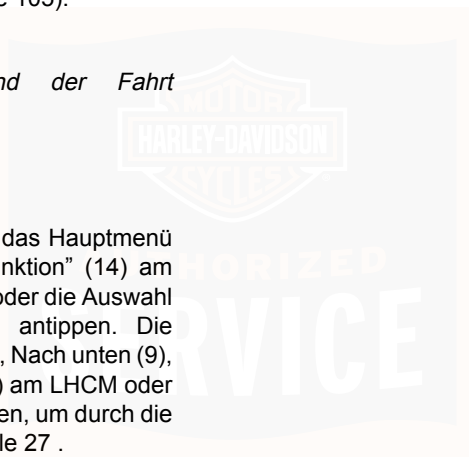

Abbildung 33. Auswahl des Hauptmenüs auf dem Bildschirm
Siehe Abbildung 31 und Abbildung 33. Um das Hauptmenü aufzurufen, die Taste „Hauptmenü/Bike-Funktion“ (14) am Linkes Handbedienmodul (LHCM) drücken oder die Auswahl des Hauptmenüs auf dem Touchscreen antippen. Die Navigationstasten Nach oben (6), Rechts (7), Nach unten (9), Links (13), OK/Eingabe (8) oder Zurück (12) am LHCM oder die Symbole auf dem Touchscreen verwenden, um durch die Menüauswahlen zu navigieren. Siehe Tabelle 27 .